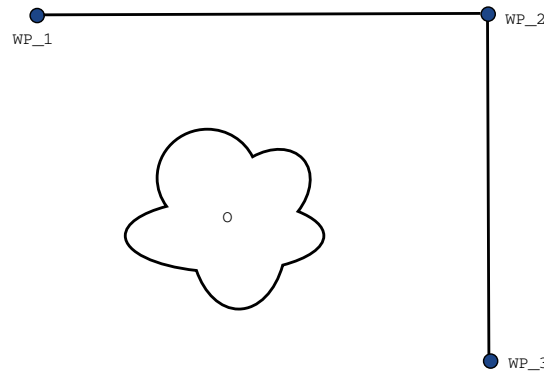

Figura 14.2: WP\_1: posizione iniziale, WP\_2: punto intermedio, WP\_3: posizione di pick-up, O: ostacolo.
**Esempio** Prendere in considerazione come esempio un'applicazione di presa e posizionamento (vedere figura 14.2) in cui il robot si trova al momento nel punto percorso 1 (WP\_1) e